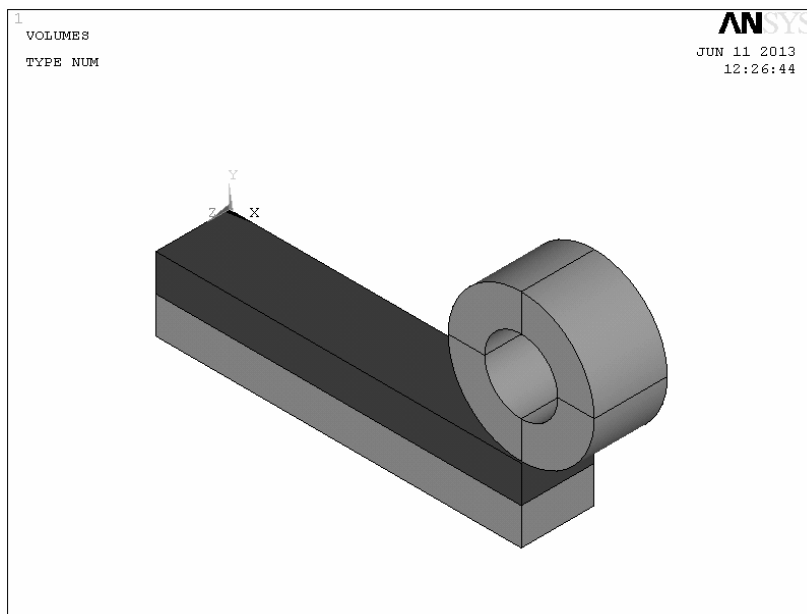

图 2-163 A、B、C 模型
(18) 依次选择 Utility Menu>Plot>Volumes, 重新显示 A、B、C 的模型 (见图 2-163)。